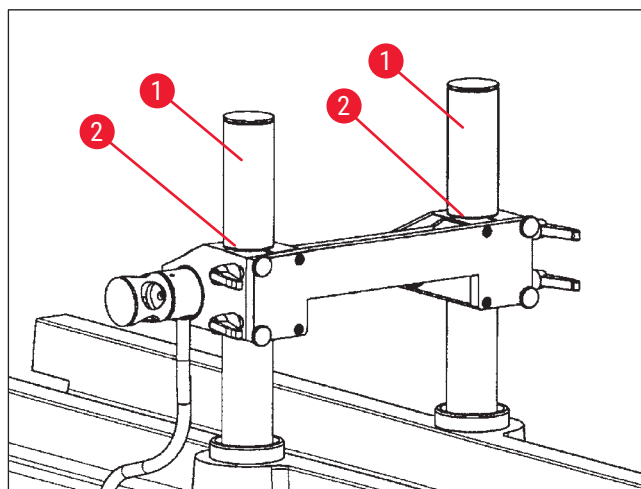

Fig. 83
- Uma ranhura (→ Fig. 83-2) nas colunas de apoio (→ Fig. 83-1) marcam a posição de 100 mm. Isso exige que a ranhura corresponda à borda superior do porta-faca, consulte (→ Fig. 83).